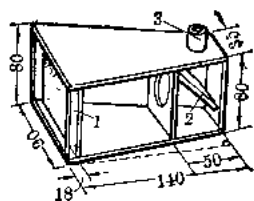

图1-10
1. 投影箱。用 1~2 毫米厚的航模板，按图 1-10 (图中未画出侧板) 制作。
2. 屏幕。可用厚 2 毫米的磨砂玻璃制作，用压条装在图 1-10 所示位置。
4. 平面镜。按图 1-10 所示位置装置。镜片可用厚 2 毫米的平面镜。镜片架可用铝片或铁片制作。此镜应可转动。为此可在镜的上端装一个轴和柄，伸出箱外(参看图 1-8 左下)，以便在使用时调节平面镜的角度。